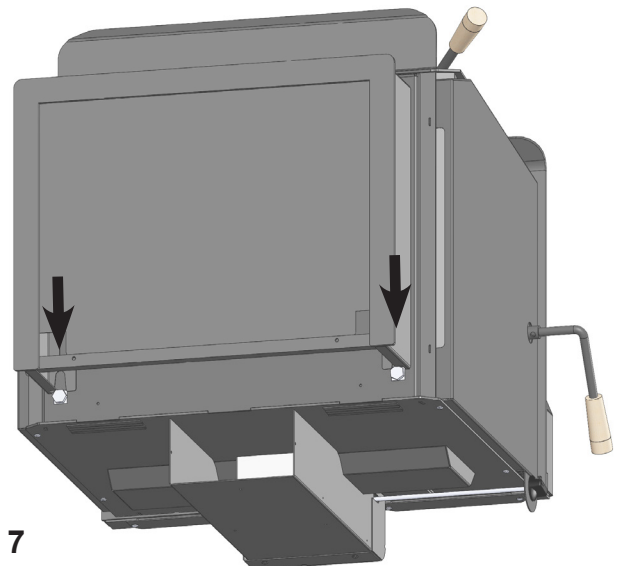

Fig. 7
3. Faites glisser les fentes de base classiques sur les boulons de l'étape précédente. (**Fig. 7**)